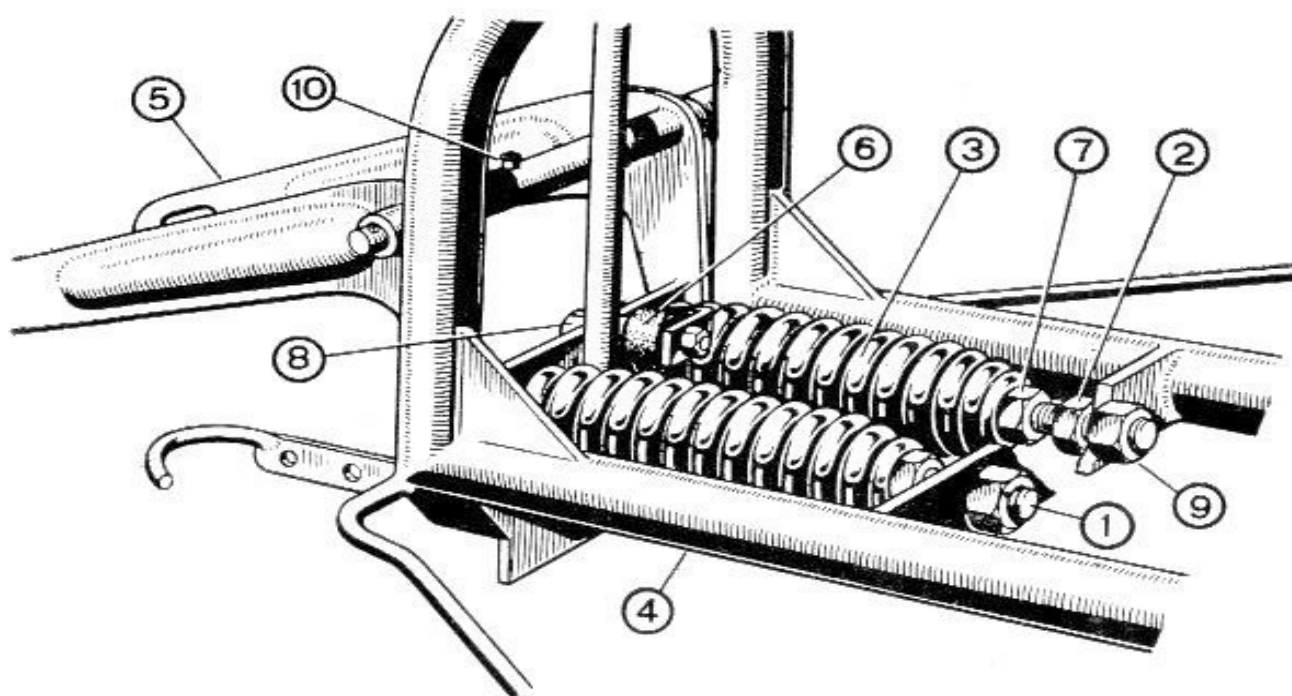

Fig. 21 - Regolazione posizione forcella oscillante posteriore.
La posizione della forcella oscillante posteriore può essere corretta. Ciò si ottiene serrando o allentando i bulloni di fissaggio (1 fig. 21) al telaio avendo cura di chiuderli a fondo col relativo controdado (2).